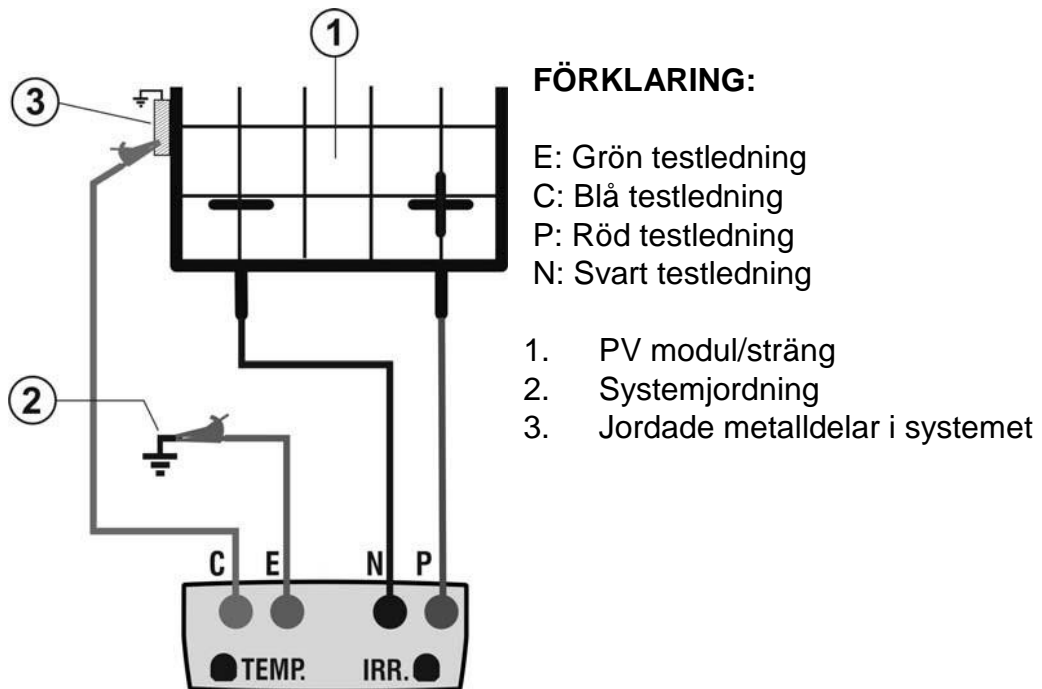

Fig. 6: Anslutning för IVCK-test utan instrålningsmätning
8. Anslut instrumentet till modulen/strängen som testas och, om nödvändigt, till systemets jordpunkt och till de jordade metalldelarna som visas i Fig. 6. Se till att ansluta den negativa utgången från modulen/strängen till anslutning N och den positiva utgången från modulen/strängen till anslutning P.